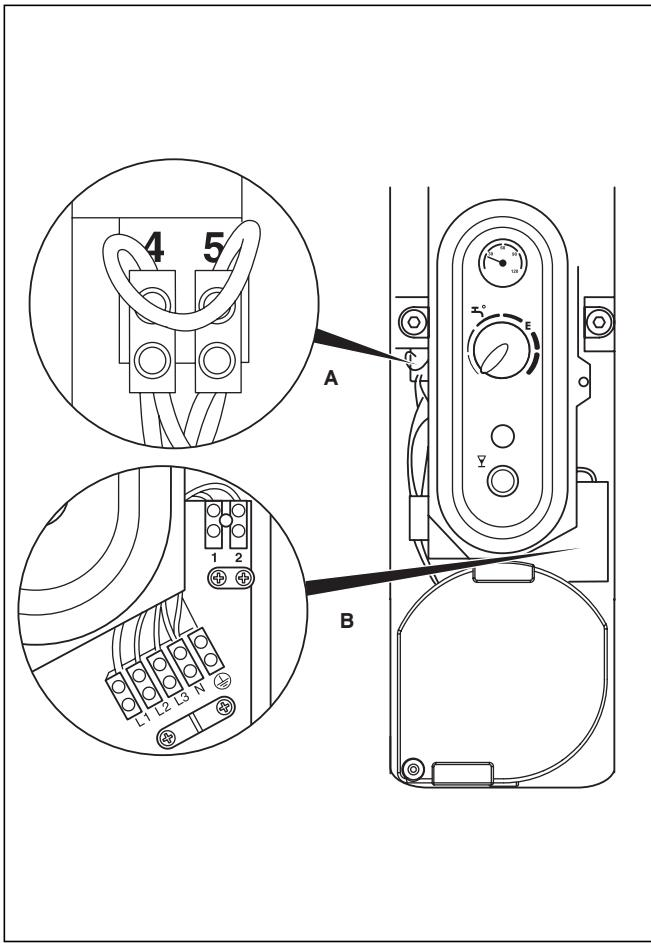

Abb. 8.5 Anschlusskasten
- Legen Sie das Kabel in die geöffnete Zugentlastung (**B**, siehe Abb. 8.5).